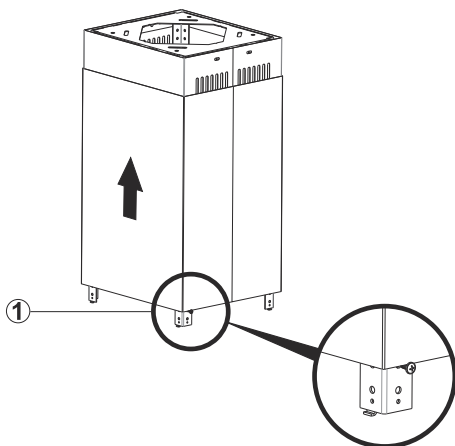

Fig. 8
1. ➤ Trä nu skorstenen över stängerna (Fig.8).
2. ➤ Skruva i en 3,5x9,5 skruv (1) halvvägs in på sidan av en av stängerna. Du kan nu låta skorstenen vila på skruven för att montera dem senare (Fig. 8).